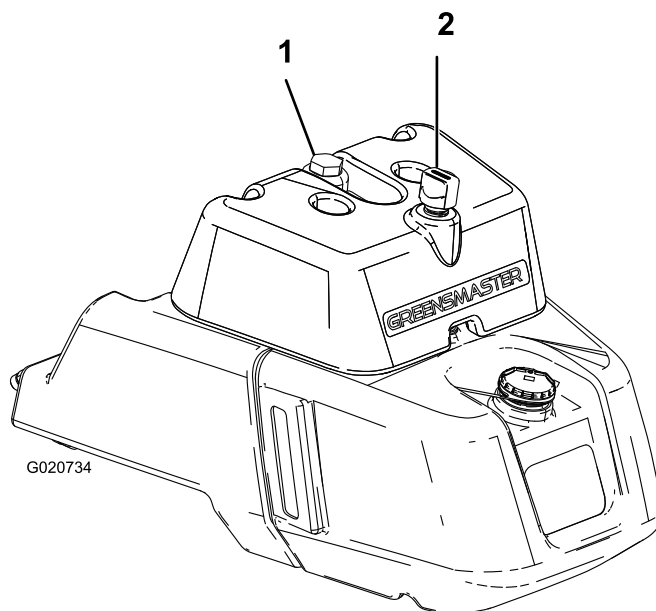

Bild 27
2. Nehmen Sie den Deckel vom Behälter ab (Bild 27).